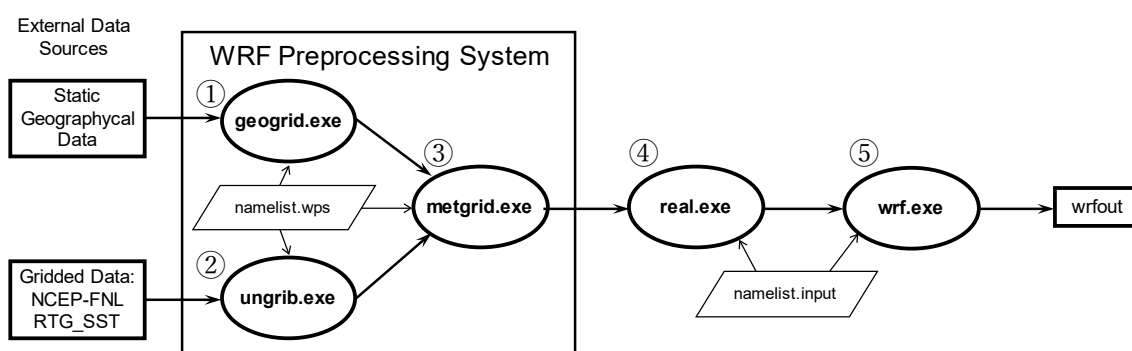

図 1-3 WRF のデータの流れ(WRF ユーザーズガイドの図に加筆)
WRFにおけるデータ処理の流れの概要を図 1-3 に、各プログラムの役割を表 1-1 に示す。
WRF モデルでは WPS (WRF Preprocessing System) において入力データを変換し、初期値・境界値を作成する準備を行う。WPS では、まず、geogrid.exe (図 1-3、表 1-1 の①) で計算領域を決定し、地理データを作成する。次に ungrib.exe (同②) で各種気象要素の格子点データを中間ファイルと呼ばれるバイナリデータに変換する。続いて、metgrid.exe (同③) で geogrid.exe および ungrib.exe で変換したデータを結合し、real.exe (同④) でこれらのデータを元に初期値・境界値を作成する。最後に wrf.exe (⑤) でモデル計算を実行する。計算された各時刻の気象要素の格子点データはファイル (wrfout) に出力される。
なお、図 1-3 における namelist.wps は WPS 用の、namelist.input は real.exe と wrf.exe 用の namelist ファイルで、領域などの計算設定を記述する。